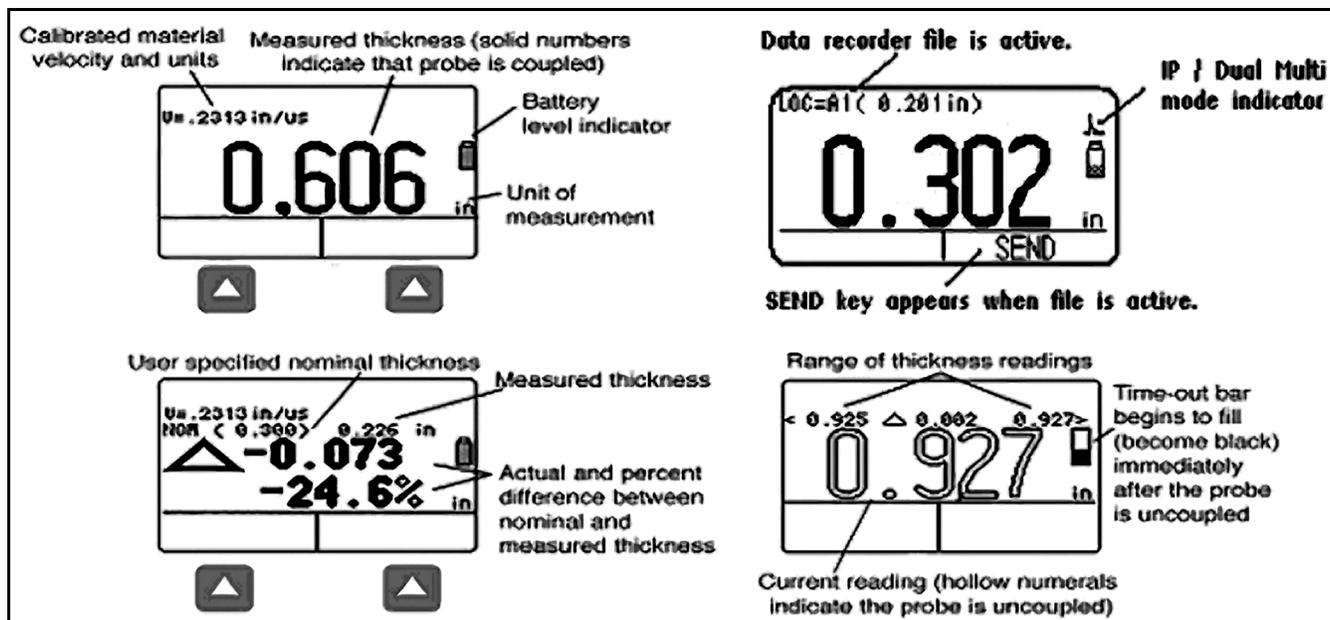

Abbildung 3: Messen
- **Messen** - Zeigt Wanddickenmesswerte, Statussymbole, den Speicherort und Dateinamen des Datenrecorders (bei installierter und aktivierter Option Datenrecorder) an. In Abbildung *Abbildung 3 auf Seite 10* werden 4 typische Anzeigen dargestellt. Die Messwertanzeige wird beeinflusst durch die installierten Optionen und den ausgewählten Einstelldatensatz. Zusätzliche Messwertanzeigen sind verfügbar, wenn die Optionen Dual-Multi oder Datenrecorder installiert sind.